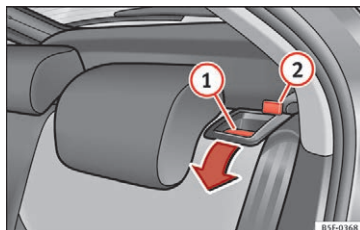

Fig. 150 Udløserknop til ryglæn
- Tryk udløserknappen » **Fig. 150 1** i pilens retning.
- Klap ryglænet tilbage, indtil det går korrekt i hak » **Δ**. Når du ikke længere kan se den røde markering » **Fig. 150 2**, er ryglænet fastgjort korrekt.